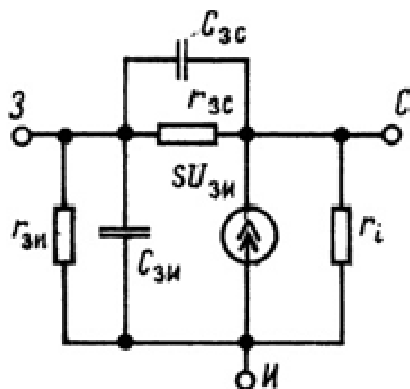

Рис. 5.6. Эквивалентная схеме полевого транзистора Крутизна стокзатворной характеристики:
2. Эквивалентная схема полевого транзистора показана на рис. 5.6.